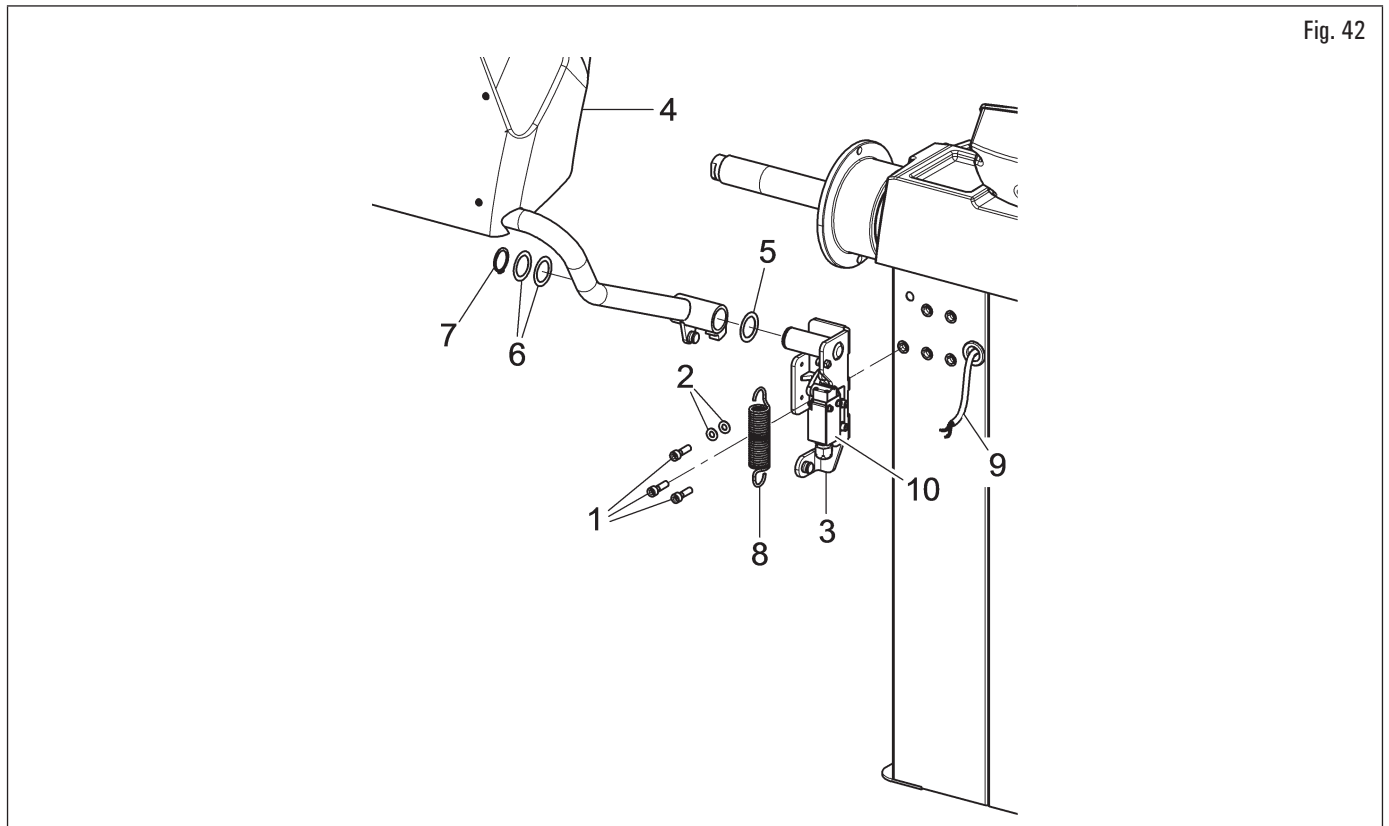

Fig. 42
1. Avvitare le 3 viti (Fig. 42 rif. 1) e le rondelle (Fig. 42 rif. 2) al supporto del carter (Fig. 42 rif. 3) negli appositi inserti posizionati nella parte posteriore del telaio, con una chiave a brugola. Montare il carter di protezione (Fig. 42 rif. 4) al supporto (Fig. 42 rif. 3) interponendo le rondelle (Fig. 42 rif. 5 e 6) e bloccarlo con il seeger (Fig. 42 rif. 7);
2. agganciare la molla (Fig. 42 rif. 8) tra la base del supporto ed il perno di ancoraggio;
3. collegare i 2 fili (Fig. 42 rif. 9) provenienti dall'interno del telaio sui contatti normalmente aperti (NO) del microinterruttore (Fig. 42 rif. 10).